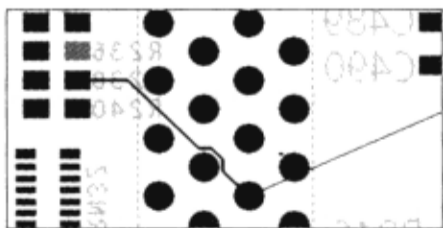
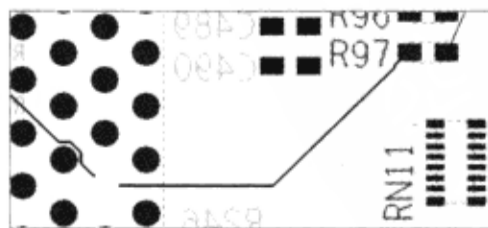

图 4-2-12 自动避让
图 4-2-13 布线
(6) 在控制面板的“Options”页面，改变“Bubble”选项为“Hug Preferred”→继续布线并移动指针到 XU1 的 5 号引脚。
(7) 单击 XU1 的 5 号引脚，可以看到已经完成的布线没有 DRC 违背。布线将按照“Options”页面的“Bubble”选项在障碍物周围设置自动避让，如图 4-2-12 所示。
(8) 在工作空间单击鼠标右键→从弹出的菜单中选择“Swap Layers”（交换层面），“Options”页面显示 TOP 层是“Act”层。
(9) 单击 XU1 的 5 号引脚→拖动指针继续在 TOP 层布线→单击 R97 的 2 号引脚，如图 4-2-13 所示。